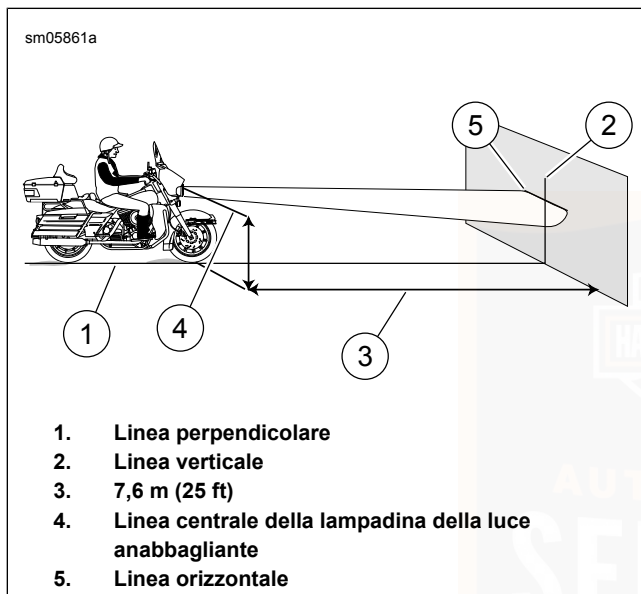

Figura 89. Allineamento del faro anteriore: Tipo a LED (tipico)
- b. **LED, carenatura montata sulla forcella:** Vedere Figura 89. Alla distanza misurata.
- LED, carenatura montata sulla forcella:** Vedere Figura 89. Parte superiore del fascio di **luce anabbagliante** centrata sul segno.